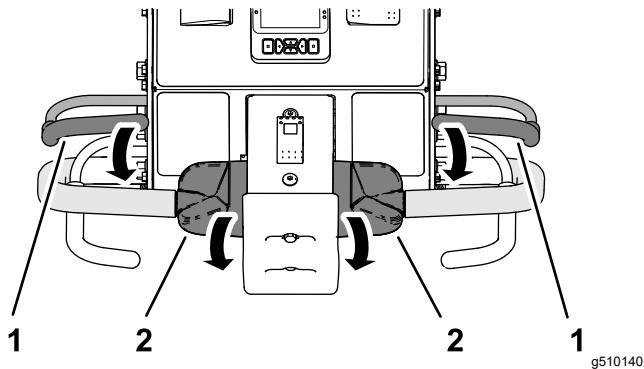

図 35
- どちらかのオペレータベイルをハンドルバーと共に握り込み、走行コントロールの上部を前方に回転させる図 35。